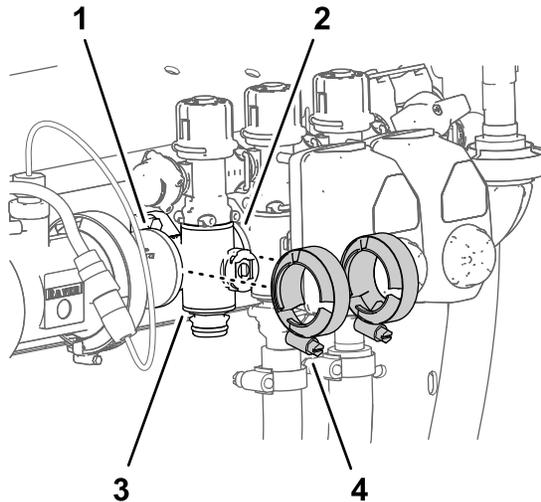

Figura 111
- Retire as 3 braçadeiras da flange que prendem a válvula do coletor da seção às flanges dos componentes adjacentes (Figura 111).